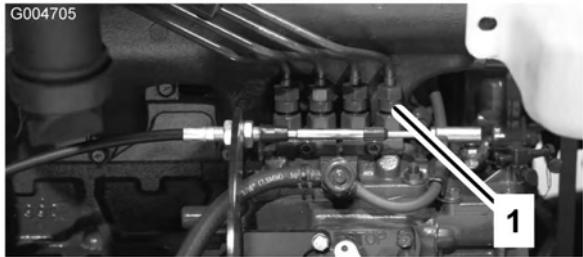

Figura 52
1. Allentate l'attacco del tubo con l'assieme del supporto e dell'ugello dell'iniettore n. 1 sulla pompa di iniezione (Figura 52).